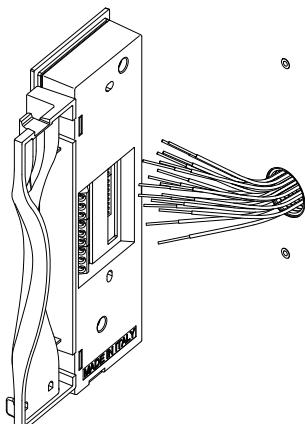

Fig. 7
2. Come mostrato in **Fig. 7**, effettuare le connessioni con l'ausilio di un giravite piatto e le configurazioni dei dip-switches come da schema di collegamento fornito a corredo o come da foglio di istruzioni.